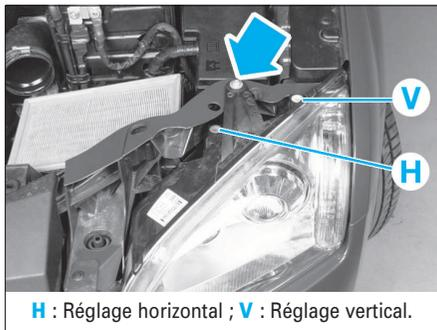

FIG. 15
- Déposer la vis de fixation supérieure du projecteur (Fig.15).
À la repose, procéder dans l'ordre inverse aux opérations de dépose et régler la hauteur des projecteurs (Fig.15).